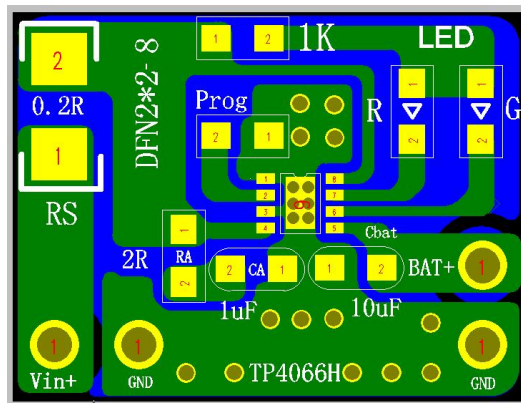

图5
- 1、为保证各种情况下可靠使用，防止输入电源插拔所产生的尖峰和毛刺电压损坏芯片，芯片VCC 端(使用RS RA及CA器件)必须按照典型电路应用才可保证高压输入不被损坏, 建议TP4066H典型应用情况下, Vcc端口电容采用X7R的1uF陶瓷电容, 电容耐压选择最高输入电压1.5~2倍; BAT端采用10uF陶瓷电容。所有电容位置以靠近芯片引脚为优, 电容地并集中连接于芯片地, 不宜过远(电容位置可参考下图PCB, 图4及图5)。